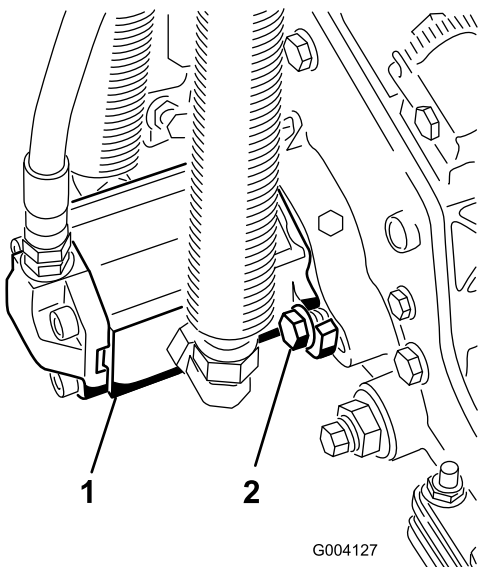

Figura 14
16. Instale el motor girándolo en el sentido de las agujas del reloj de modo que las bridas del motor no choquen con los pernos (Figura 14). Gire el motor en el sentido contrario a las agujas del reloj hasta que las bridas rodeen los pernos, luego apriete los pernos.